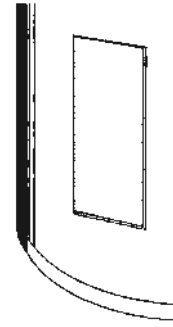

FIGURE 21
18. Pliez l'isolation pour qu'elle recouvre le thermostat et l'élément. Voir Figure 21.